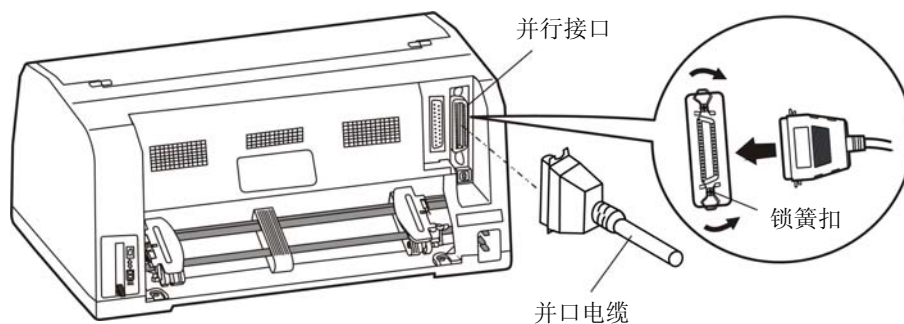
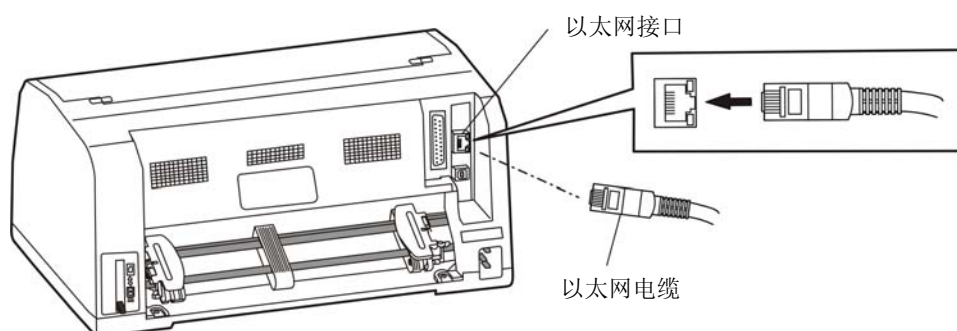
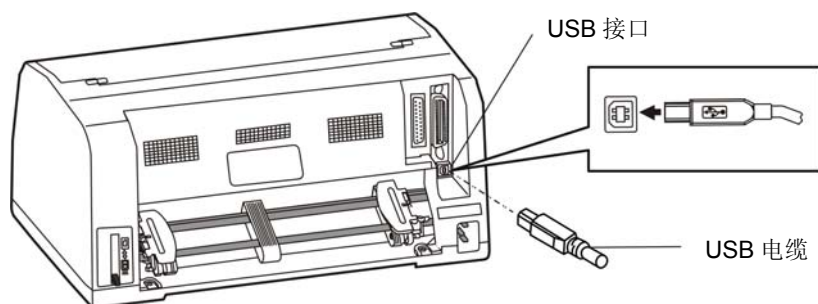
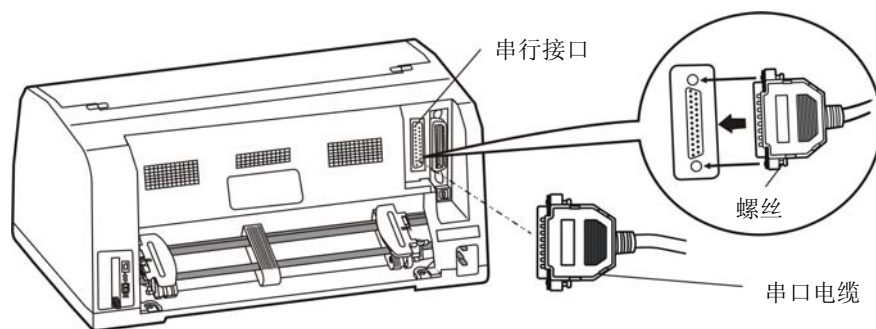

图 2-10 连接并口电缆
图 2-11 连接以太网电缆
图 2-12 连接 USB 电缆
图 2-13 连接串口电缆
本打印机可配并行接口、以太网接口、USB 接口、串行接口或蓝牙接口（产品的具体接口配置，以实物为准）。请根据需要，用相应的接口电缆把打印机与计算机相连〔如图 2-10、图 2-11、图 2-12 和图 2-13 所示〕。
1. 关闭计算机与打印机的电源，将并口电缆插头连接到打印机的并行接口，扣上连接器两侧的锁簧扣，固定并口电缆（如图 2-10 所示）。
将以太网电缆的 RJ-45 水晶插头一端插进打印机的以太网接口插座中，另一端插头连接到局域网的接入端（如图 2-11 所示）。
1. 将 USB 电缆的 A 端插头（扁型）插进计算机的 USB 接口插座中（如图 2-12 所示）。
1. 关闭计算机与打印机的电源，将串口电缆插头连接到打印机的串行接口，拧紧两侧的螺丝，固定串口电缆（如图 2-13 所示）。